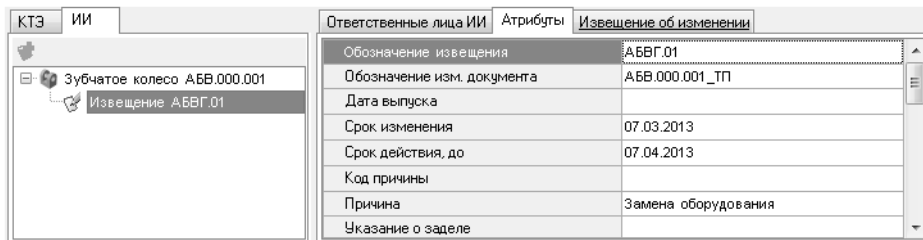

Рис. 10.6.
9. На вкладке **Атрибуты** извещения заполните ячейки так, как показано на рис. 10.6, а остальные оставьте пустыми.